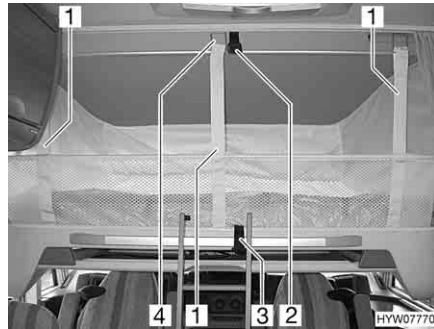
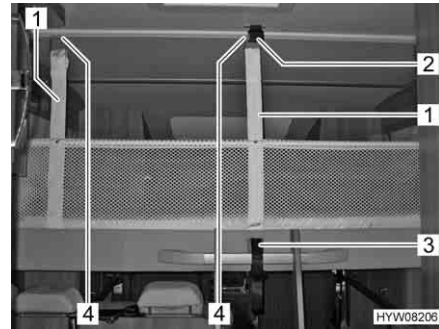

Fig. 85 Letto basculante con rete protettiva montata
Fig. 86 Letto basculante con rete protettiva montata (alternativa)
- Staccare la cintura di ritegno (Fig. 85,3 o Fig. 86,3).
- Staccare le cinture di ritegno (Fig. 85,1 o Fig. 86,1) e sistemare la rete protettiva sotto il materasso.
- Assicurare il letto basculante al soffitto (Fig. 85,2 o Fig. 86,2) mediante la cintura di ritegno (Fig. 85,3 o Fig. 86,3).
- Agganciare le cinture di ritegno (Fig. 85,1 o Fig. 86,1) ai ganci (Fig. 85,4 o Fig. 86,4) del soffitto.